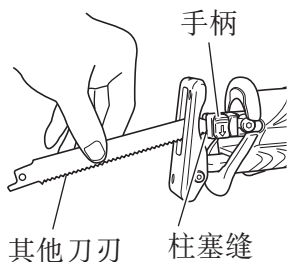

图 7
- (1) 损坏的锯条的某部分粘在了插条的小插槽中，拔出插条并将锯条拔出。
- (2) 若损坏的锯条藏在小插槽内部，请用锯条的尖部将其钩住并取出。(图 7)